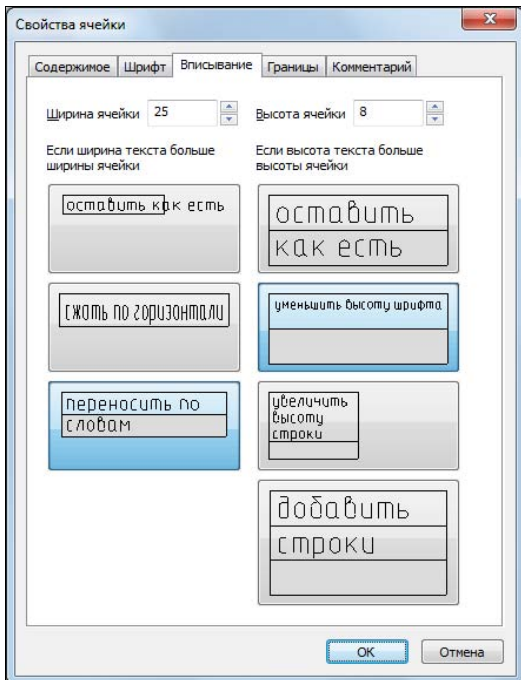

Рис. 4.73. Вкладка Вписывание
- ◆ **Вписывание** — варианты вписывания и переноса длинного текста (рис. 4.73);